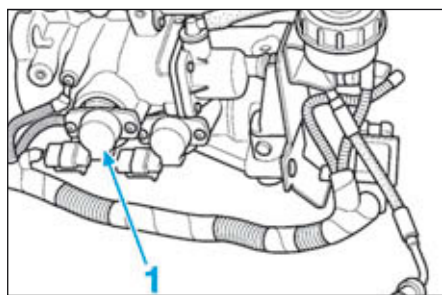

FIG.16
- Déposer le capteur de position d'embrayage (1) (Fig.16).